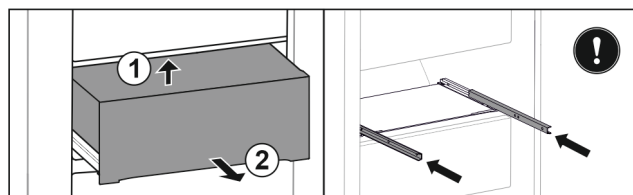

Fig. 133
- ▶ Nadvihnite zásuvku zospodu dozadu. Fig. 133 (1)
- ▶ Odoberte zásuvku dopredu. Fig. 133 (2)